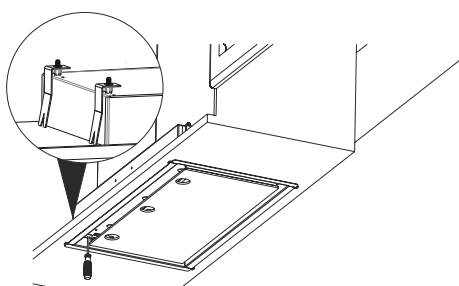

Fig. 12
4. ➤ Skruva nu i de 4 skruvar som ska spänna fast beslagen och fläkten i skivan (Fig. 12).
Se till att fläkten sitter tätt och plant. (Fig 12)